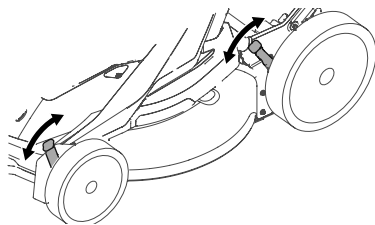

Figura 10
2. Mueva la palanca a la posición deseada para cambiar la altura de corte (Figura 10).